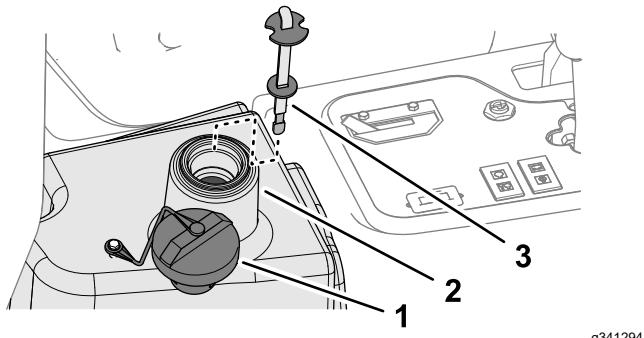

图 91
4. 向液压油箱图 91 注入约 22.7L 液压油请参阅 液压油规格 \(页码 49\)。